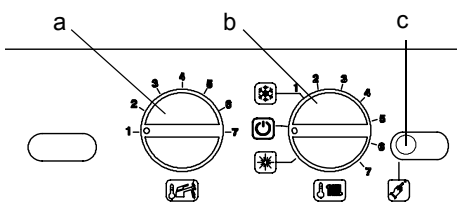

Figura 5.43 Pannello comandi OFF.
- 7 Per uscire dalla programmazione posizionare il selettore di funzione / manopola regolazione temperatura **b** come indicato in **Figura 5.43**